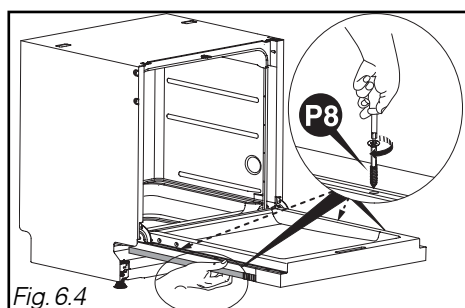

Fig. 6.4
- Ouvrez la porte du lave-vaisselle en maintenant le panneau plaqué sur la porte. Centrez le panneau bois latéralement si besoin par rapport au bandeau. Mettre les 2 vis **P8** (Fig. 6.4).